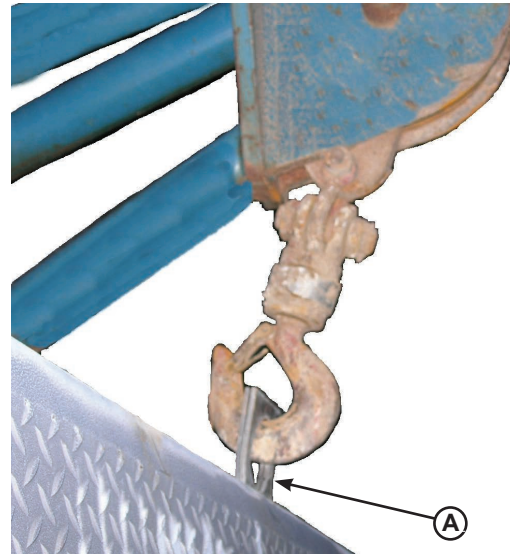

Figura 8
2. Asegúrese de que las piezas metálicas de montaje de los soportes de elevación (A) estén ceñidas. Los soportes deben girar sin agarrotarse en el tornillo de cabeza de montaje.
3. Instale las cadenas de elevación en los soportes de elevación (A) y en un dispositivo de elevación (como un cabrestante o montacargas) con la capacidad de elevación y el alcance adecuados (consulte la Figura 8).